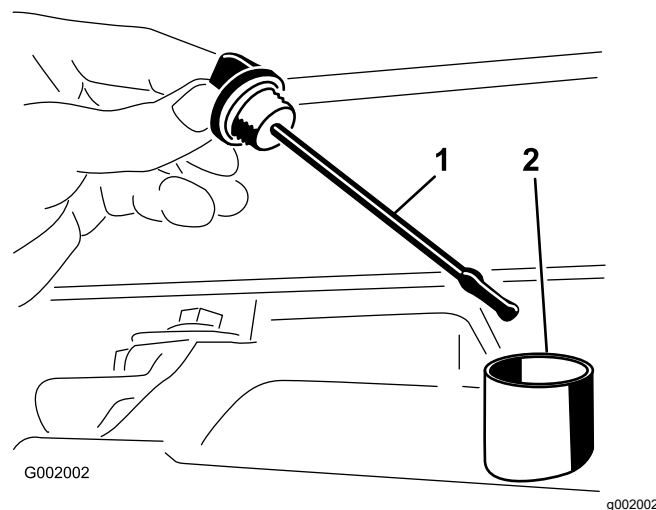

Figure 51
2. Retirez la jauge de la boîte-pont et essuyez-la sur un chiffon propre (Figure 51).